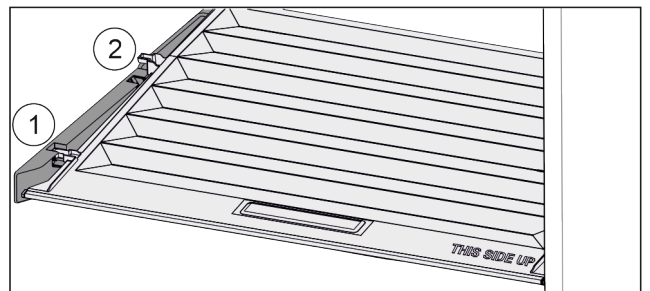

Fig. 58
- ▶ Deslice la tapa hacia delante hasta la abertura de las piezas de sujeción Fig. 58 (1).
- ▶ Levántela por detrás desde abajo y retírela tirando hacia arriba Fig. 58 (2).